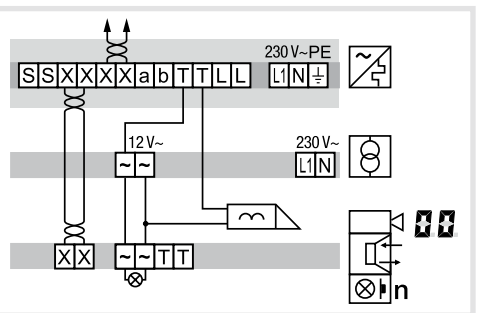

Figura 7: collegamento della stazione da porta video con apriporta antimanomissione
- In caso di installazione protetta contro la manomissione, collegare l'apriporta al contatto dell'alimentazione della linea (figura 7).